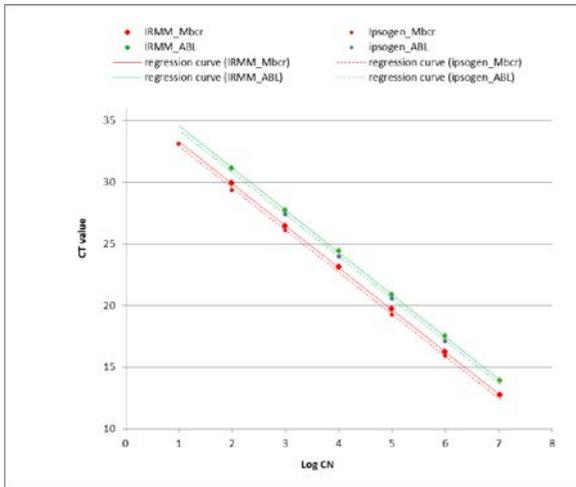
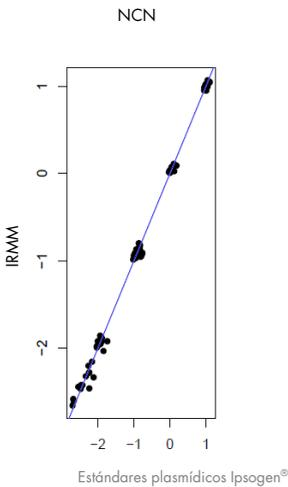

Ilustración 11. La comparación de los estándares plasmídicos *ipsogen* y ERM-AD623 BCR-ABL1 muestra que las curvas estándar están alineadas.
Ilustración 12. Los valores de NCN de los estándares plasmídicos *ipsogen* y ERM-AD623 son comparables.
La comparación se basó en la proporción del número de copias normalizado (NCN) de BCR-ABL1 Mbc/ABL1, evaluó las diluciones de los dos estándares (*ipsogen* o ERM-AD623 BCR-ABL1), en las muestras de control incluidas en los kits *ipsogen* y en el material de referencia certificado del National Institute for Biological Standards and Control (NIBSC) (8). Los resultados indican que las dos curvas estándar están alineadas (Ilustración 11) y que las proporciones de NCN son comparables (Ilustración 12).